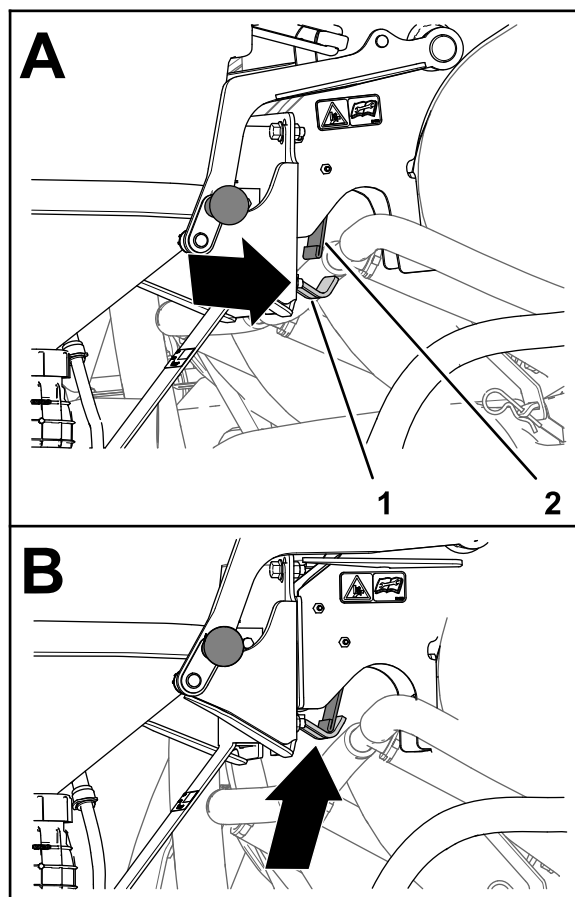

Figura 40
5. Atunci când clichetul plăcii spate este sub placa cu arc (A din Figura 40), rotiți mânerul ejectorului spre interior, astfel încât porțiunea cârligului clichetului să fie aliniată în spatele plăcii cu arc (B din Figura 40).
1. inei un mâner de la partea de sus a cadrului de susinere i mânerul ejectorului i tragei mânerul ejectorului spre exterior până când poriuinea cârligului clichetului este aliniată spre exteriorul plăcii cu arc (Figura 37 i Figura 40).